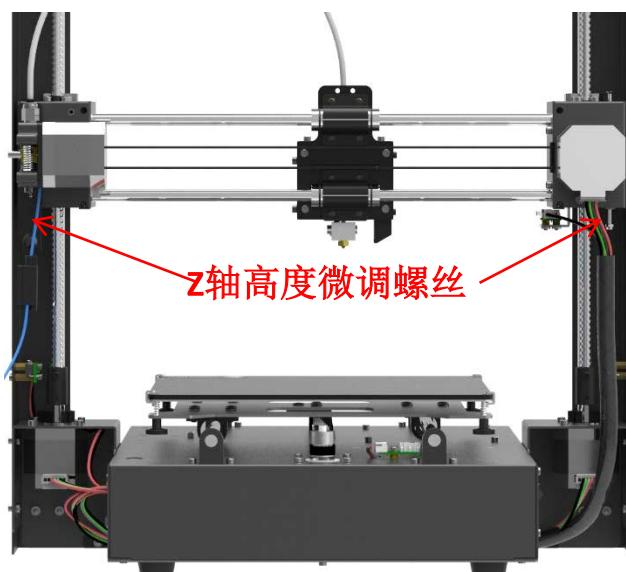

图16
2. 如图16，X轴两端分别有一颗“Z轴高度微调螺丝”，此螺丝下端在机器归零时会触碰到Z限位开关，从而“告诉”机器，此时Z轴已归零，停止移动。